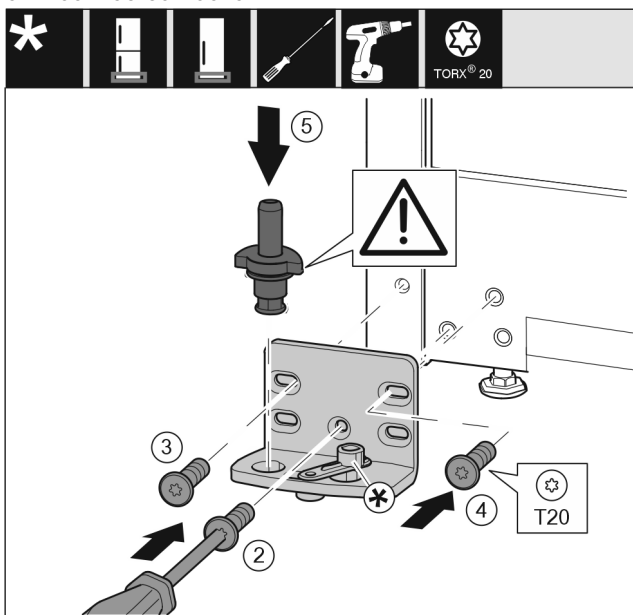

Fig. 16
- ▶ Lagerbok aan de andere zijde plaatsen en met behulp van een schroevendraaier er in schroeven. Met schroef Fig. 16 (2) onder in het midden beginnen.
- ▶ Schroef Fig. 16 (3) en schroef Fig. 16 (4) vastschroeven.
- ▶ Lagerbouten Fig. 16 (5) volledig insteken. Let hierbij op dat het vergrendelingslipje naar achteren wijst.